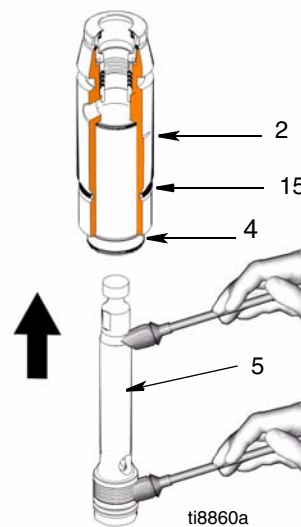

FIG. 15
- (Fig. 15) Aplique cerca de uma ou duas polegadas de massa lubrificante na parte superior da haste do pistão (5), que vai passar pelo aperto dos empanques do conjunto de manga/cilindro. Lubrifique os empanques do êmbolo na parte inferior da bomba de êmbolo.